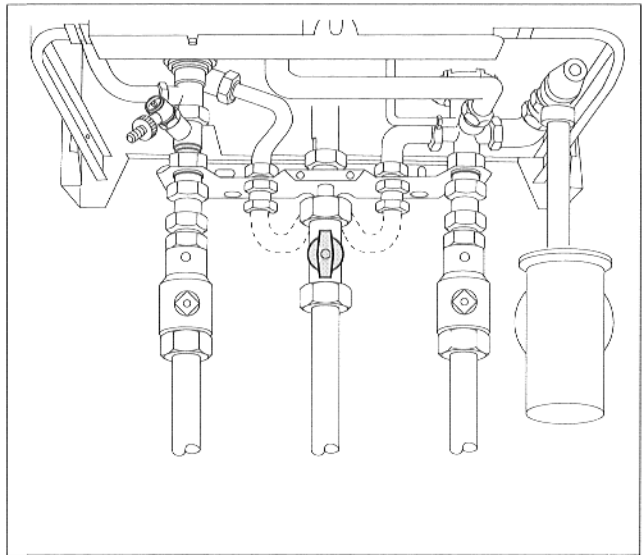

Abb. 13 Gasabsperrhahn
- Gasabsperrhahn eindrücken und langsam nach links drehen (Abb. 13).